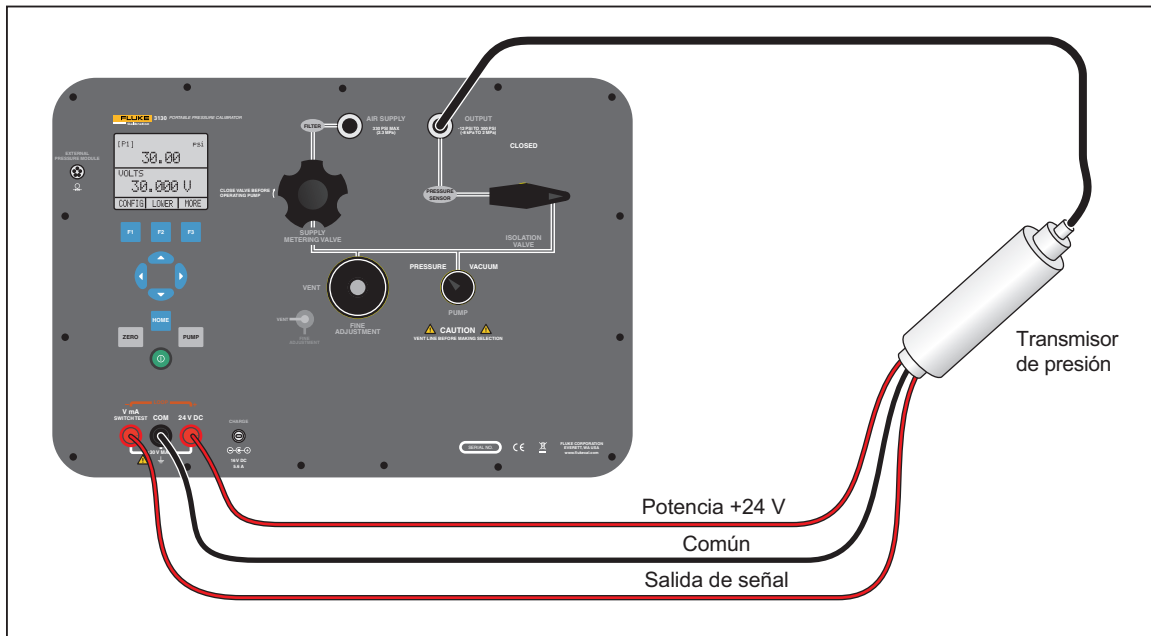

Figura 27. Calibración de un transmisor de presión a tensión
5. Asegúrese de que el valor de lectura es correcto. Si no lo es, deberá ajustar el transmisor. Consulte la figura 27 para ver las conexiones.